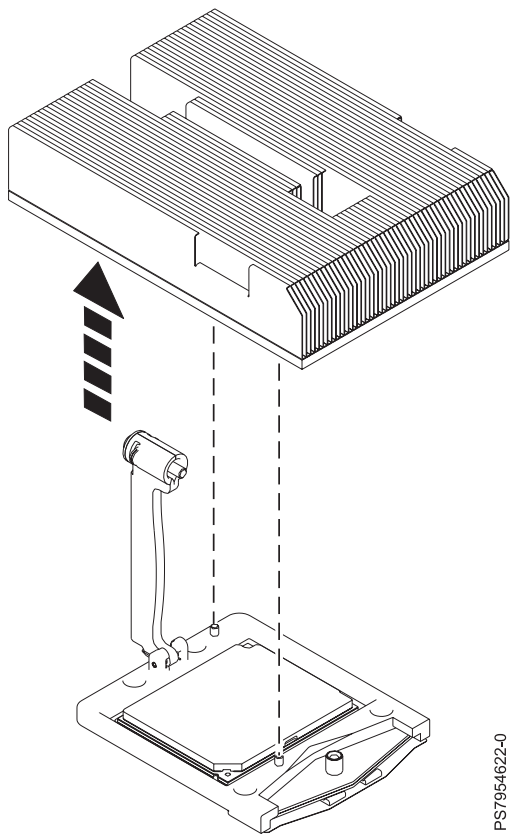

Figure 33. Extraction du dissipateur thermique
- b. Saisissez le dissipateur thermique **(B)** par les rainures de côtés opposés et retirez-le en le soulevant, comme illustré dans la figure 33, à la page 77. Posez le dissipateur thermique sur une surface de protection contre les décharges électrostatiques avec le côté microprocesseur vers le haut.